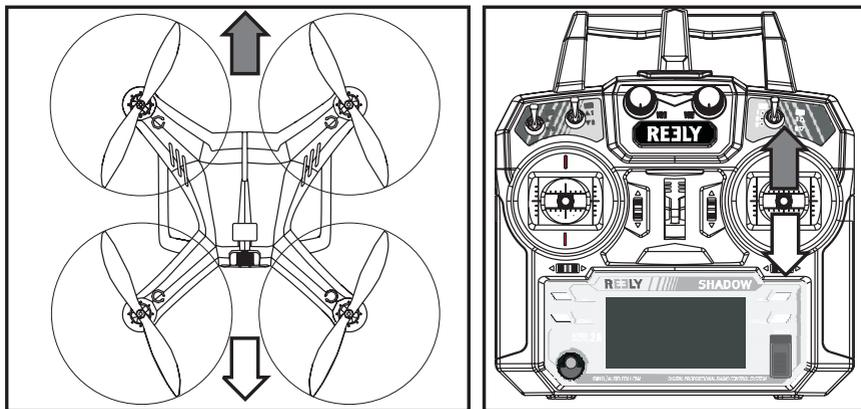

Figura 21
Utilizzando la funzione nick è possibile spostare il quadricottero avanti e indietro (vedere figura 21). Il comando avviene nello stesso modo con lo stick di controllo destro (vedere anche figura 7, pos. 6).